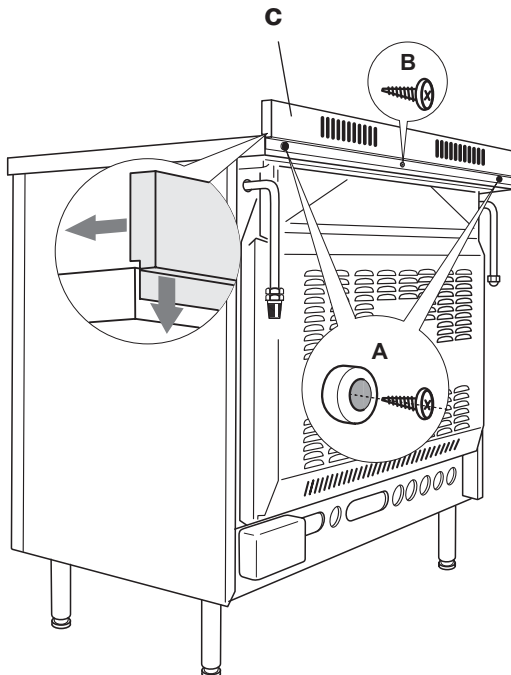

Abb. 7.2
Vor dem Aufstellen des Herds zunächst die hintere Schutzabdeckung **"C"** montieren (Abb. 7.2).
- Die Bolzen **"A"** (Abb. 7.2) abnehmen; dazu die Befestigungsschrauben abschrauben.